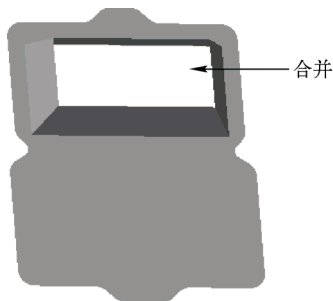

图 16-14 创建合并特征
STEP 13 按住〈Ctrl〉键的同时, 在模型树中选择“Vertex Round 2”选项和“混合 1”选项, 单击“模型”选项卡“编辑”面板中的“合并”按钮, 打开“合并”选项卡, 单击“更改要保留的第一面组的侧”按钮, 单击“完成”按钮, 完成合并特征的创建, 效果如图 16-14 所示。